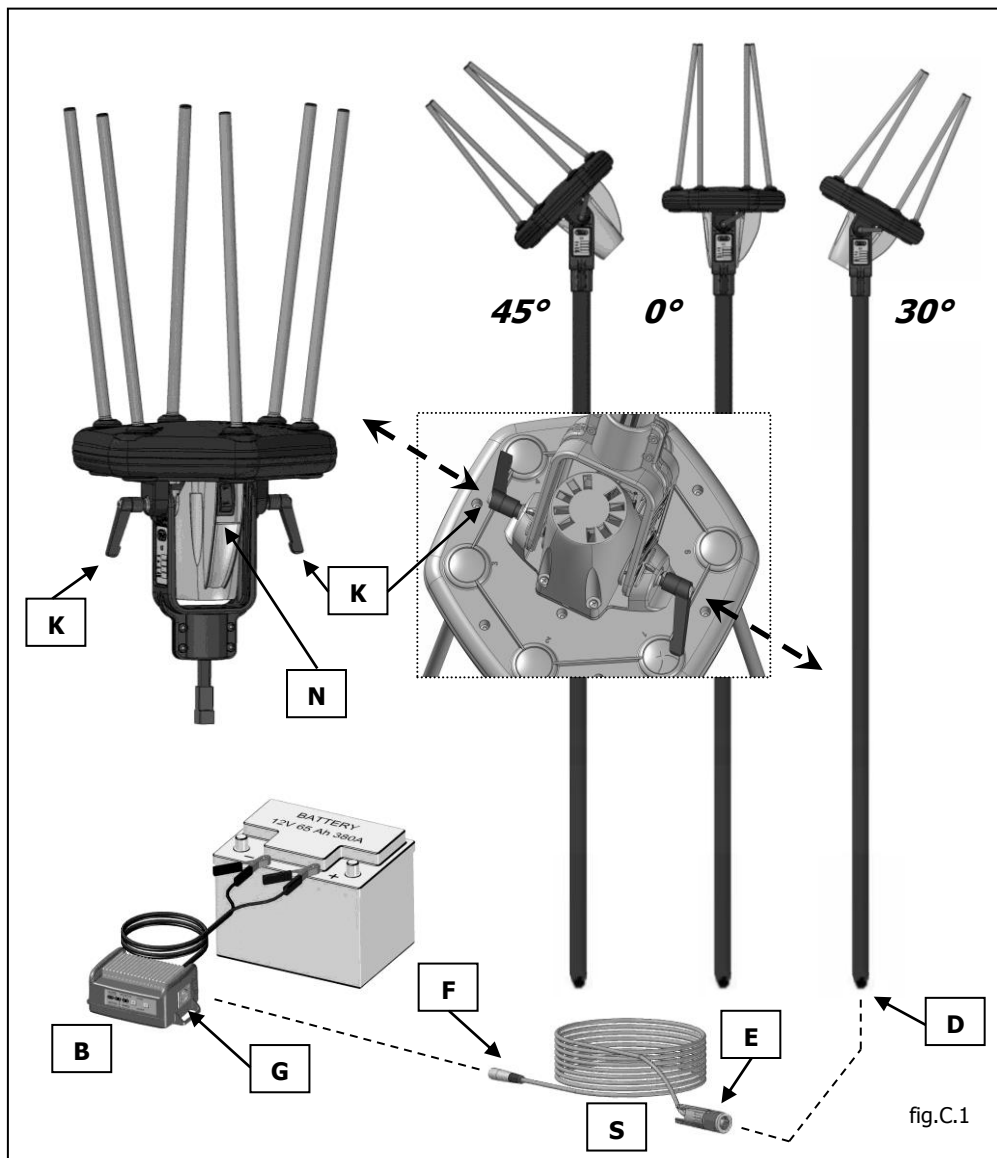
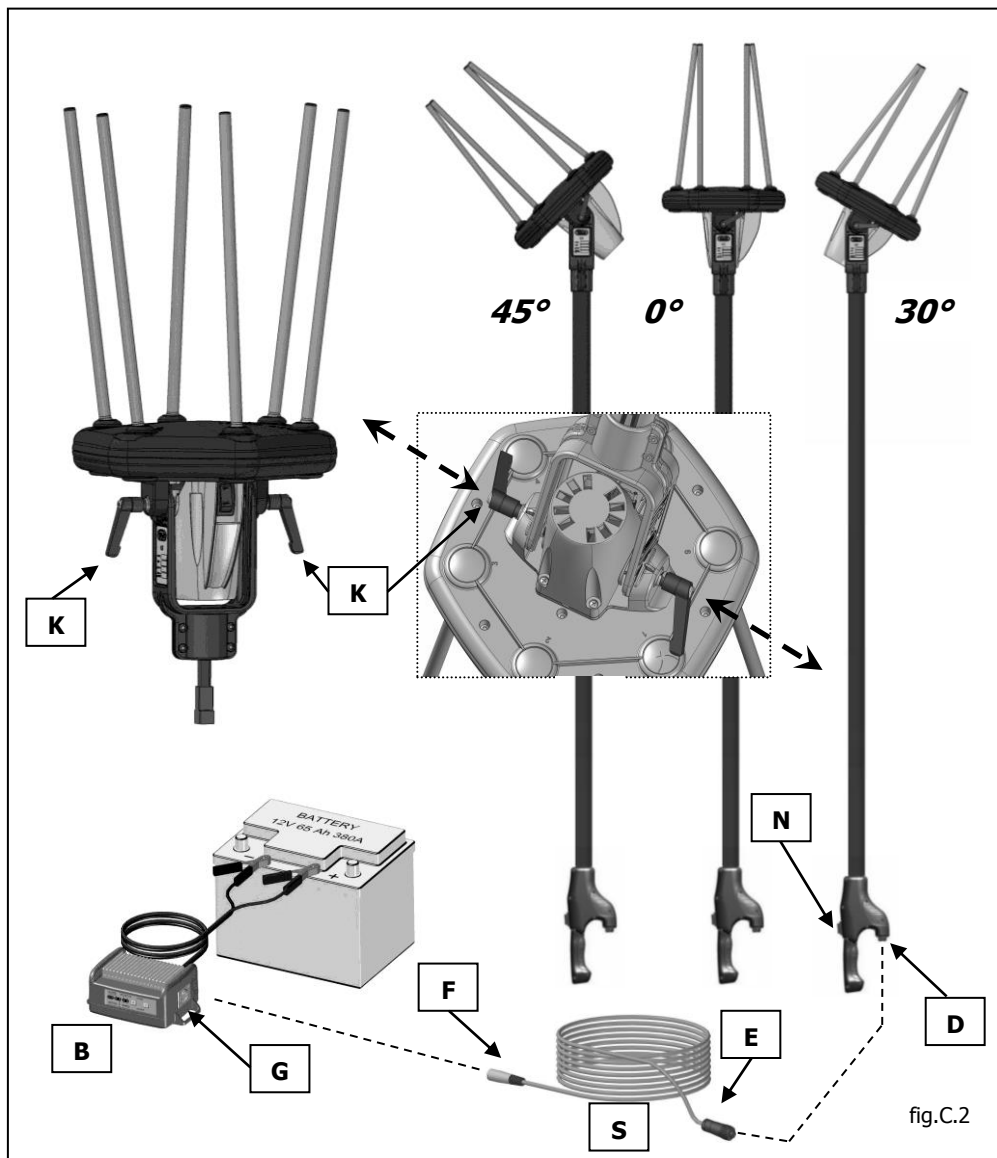

fig.C.1
fig.C.2
*Cod. 703 Rif. fig. C.1 – Cod. 705L-XL Rif. fig. C.2*